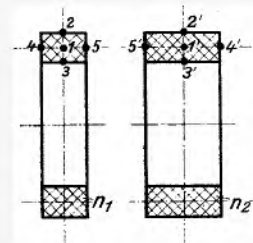

Bild 13. Zwei Spulen, parallel, koaxial, Wicklungsquerschnitte groß und verschieden
**Fall 3d. Zwei Spulen, koaxial, parallel, gleicher Durchmesser, verschieden großer, rechteckiger Wicklungsquerschnitt, Wicklungsquerschnitt groß im Verhältnis zu den anderen Abmessungen (Bild 13)**